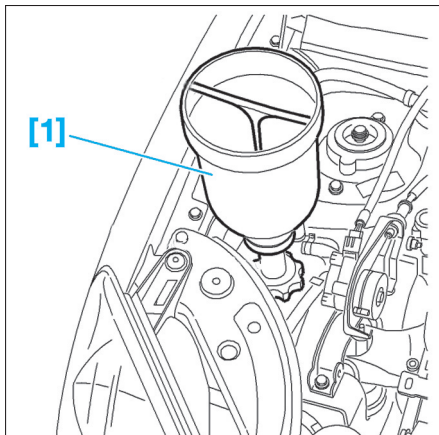

FIG. 45
Cylindre de charge [1] muni d'un adaptateur et d'un système de fermeture (Fig.45).
- Remettre le bouchon (4) sur le bloc moteur.
- Placer l'outil [1] à la place du bouchon du vase d'expansion (Fig.45).